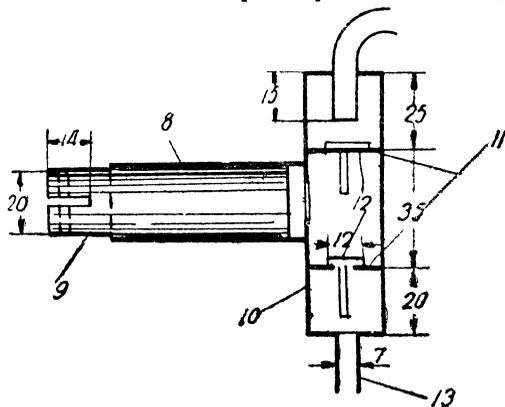

Рис. 191.
Постройка насоса является наиболее ответственной работой при постройке водокачки. Он представляет собой нагнетательный насос и состоит из цилиндра (рис. 191(8)). В цилиндре находится поршень (9), имеющий форму скалки.